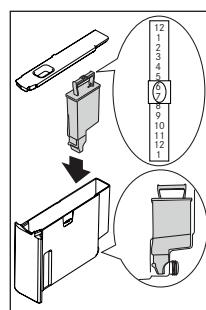

Fig. 37
- Scorrere il cursore del datario (vedi Fig. 37) affinchè siano visualizzati i mesi di utilizzo (il filtro ha durata pari a due mesi).
- Inserire il filtro nel serbatoio acqua e premerlo finché tocchi il fondo del serbatoio stesso (vedi Fig. 37).